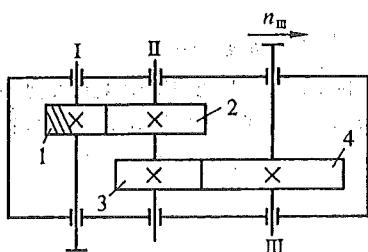

图 11-4
11-7 图 11-4 所示为两级斜齿圆柱齿轮减速器。已知轮 1 的螺旋线方向和 III 轴转向;齿轮 2 的参数 $m_n = 3 \text{ mm}$, $z_2 = 57$, $\beta = 14^\circ$;齿轮 3 的参数 $m_n = 5 \text{ mm}$, $z_3 = 21$, 求:
(1)使 II 轴所受轴向力最小时,齿轮 3 的螺旋线应是何旋向? 在图 11-4 上标出齿轮 2, 3 的螺旋线方向。
(2)在图 11-4 上标出齿轮 2, 3 所受各分力方向。